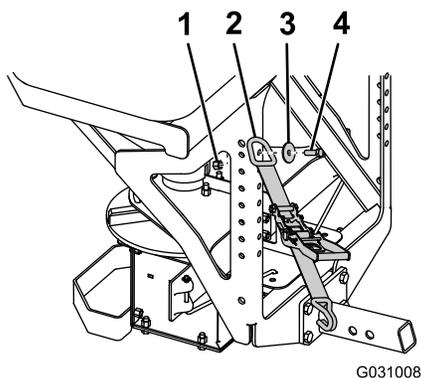

Figure 5
1. Accrochez les anneaux en D des sangles à cliquet dans les trous supérieurs visibles à l'extérieur du cadre de l'épandeur à l'aide d'un boulon (1/2 po), d'une rondelle (1/2 po) et d'un contre-écrou (1/2 po) ; serrez les boulons à 76 N·m (Figure 5).
- Accrochez les anneaux en D des sangles à cliquet dans les trous supérieurs visibles à l'extérieur du cadre de l'épandeur à l'aide d'un boulon (1/2 po), d'une rondelle (1/2 po) et d'un contre-écrou (1/2 po) ; serrez les boulons à 76 N m (Figure 5).